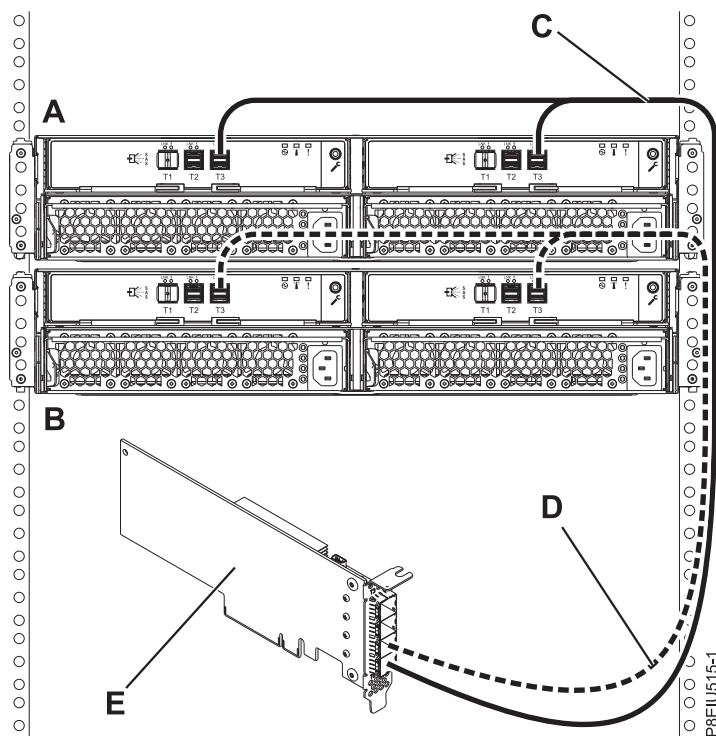

図 15. 単一 FC EJ0J アダプターまたは FC EJ0M SAS アダプターへの YO12 ケーブルを使用した 2 台の ESLL ストレージ・エンクロージャーおよび ESLS ストレージ・エンクロージャー のモード 1 接続
15. 18 ページの図 15 に示すように、YO12 ケーブル (C および D) を使用して単一 FC EJ0J アダプターまたは FC EJ0M SAS アダプター (E)への 2 台のエンクロージャー (A および B) のモード 1 接続を実行してから、24 ページの『ケーブルと電源コードの接続およびカバーの取り付け』に進みます。